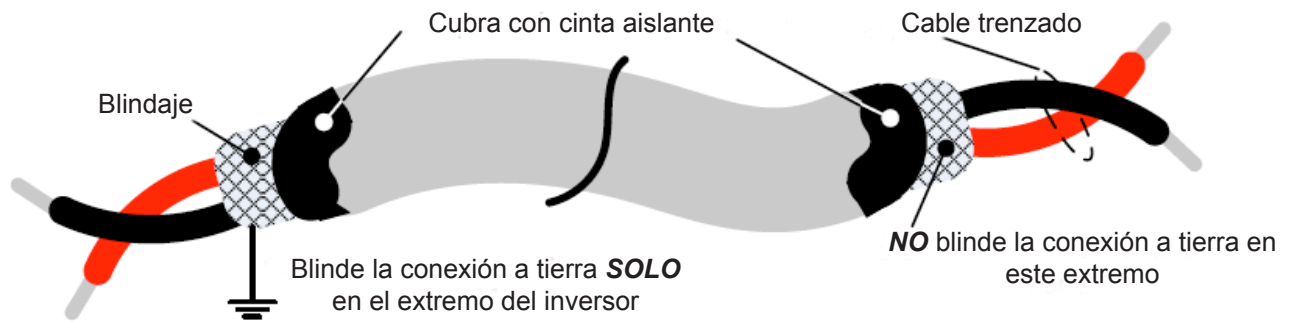

Fig. 3.17.1 Cable blindado trenzado
- (1) Separe del cableado del circuito principal los cables para las terminales del circuito de control para las terminales (R/L1, S/L2, T/L3, U/T1, V/T2, W/T3).
- (2) Separe los cables para las terminales del circuito de control R1A-R1B-R1C (o R2A, R2C) (salidas de relevadores) de los cables para las terminales ①- ⑧, A01, A02, GND, DO1, DO2, DOG, +12V, (-12V), AI1, AI2 y del cable a tierra (GND)
- (3) Use cables en par trenzados y blindados (#24 - #14 AWG / 0.5 -2 mm²) según se muestra en la Fig. 3.17.1 en los circuitos de control para minimizar los problemas de ruidos. La distancia máxima del cableado no debe exceder los 50m (165 pies).